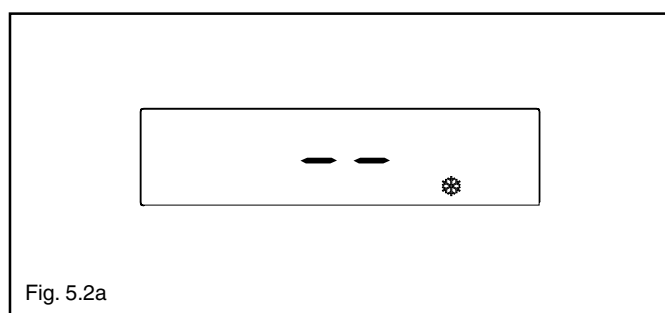

Fig. 5.2a
- Anti-hielo (fig. 5.2a): cuando la temperatura del agua de la caldera disminuye por debajo de los valores de seguridad se activa el circulador y el quemador a la mínima potencia hasta alcanzar la temperatura del agua los valores de seguridad (35 °C).